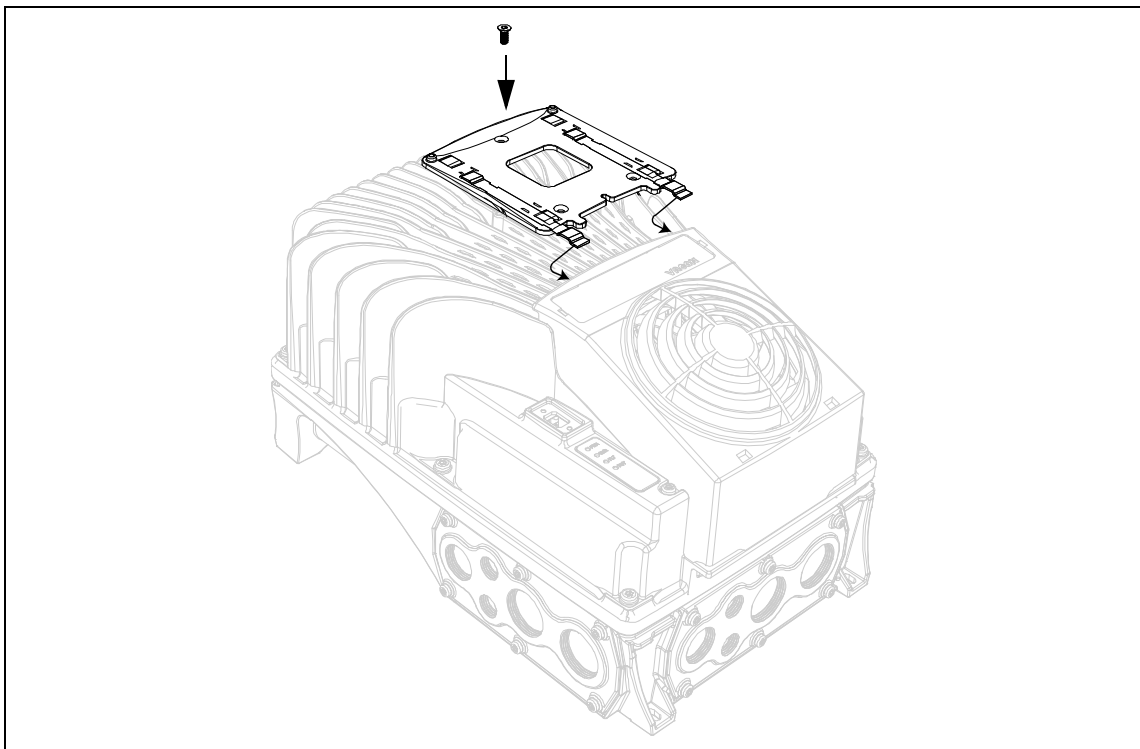

Figura 54. Installazione del supporto del pannello sulla powerhead.
- Installare il supporto del pannello con una vite come in Figura 54.